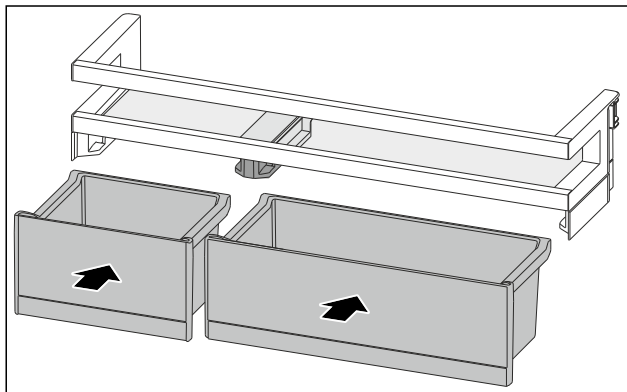

Fig. 222
- ▶ VarioBoxen in getauschter Anordnung einsetzen. (siehe Fig. 222)